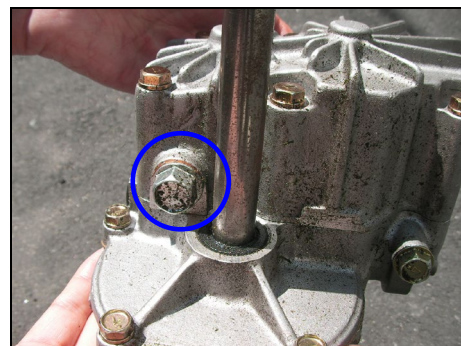
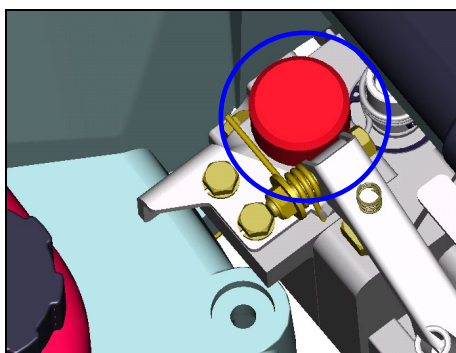
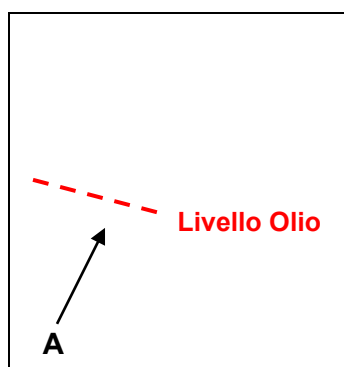

Fig. 21
Fig. 22
Fig. 23
3. Sostituire quindi l'olio della trasmissione idrostatica HST. Rimuovere il bullone (Fig. 21) e scaricare completamente l'olio. Rimontare il bullone, rimuovere il tappo rosso (Fig. 22) e rifornire con 0,22 litri di olio HST (VG46 o SAE10W30). Richiudere quindi il tappo rosso. Il livello dell'olio deve essere a metà altezza della spia trasparente (Fig. 23).
Prima di allentare il tappo rosso pulire con cura in modo da impedire l'ingresso di sporco e polvere (Fig. 22 & 23). Effettuare le operazioni di sostituzione dell'olio in luoghi non polverosi. Regolare l'altezza delle ruote posteriori al minimo per facilitare le operazioni di rifornimento.